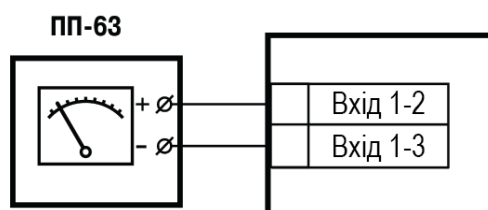

Рисунок 8.3 – Схема підключення потенціометра під час юстування
1. Підключити до Входу 1 пристрою замість термопары потенціометр постійного струму ПП-63 або аналогічне йому джерело еталонної напруги з класом точності не менше 0,05. З'єднати потенціометр із пристроєм за схемою, наведеною на рисунок 8.3, дотримуючись полярності підключення.
1. Підключити до Входу 1 пристрою замість термопар потенціометр постійного струму ПП-63 або аналогічне джерело еталонної напруги з класом точності не менше 0,05. З'єднати потенціометр із пристроєм за схемою, наведеною на рисунок 8.3, дотримуючись полярності підключення. Встановити на виході потенціометра напругу 20,15 мВ (еталонне значення 20,146 мВ).